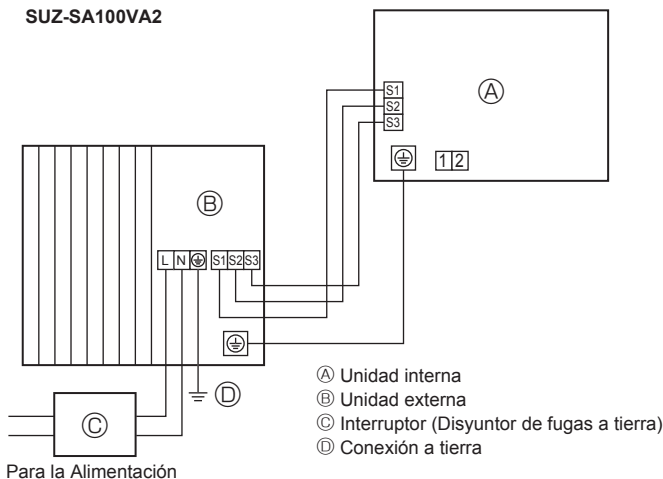
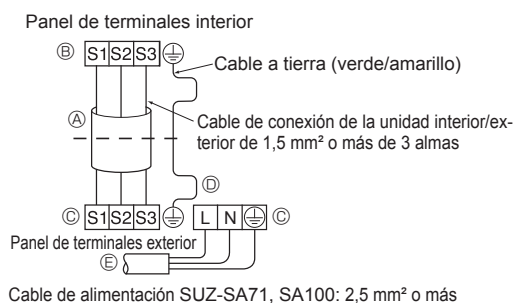
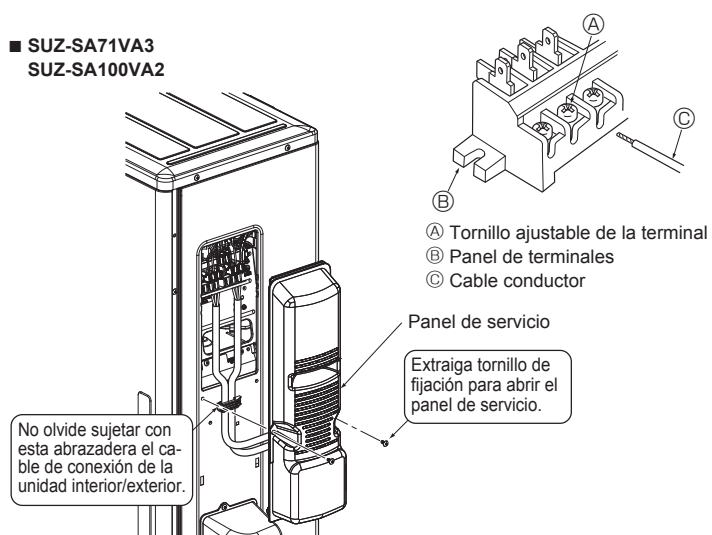

Fig. 5-1
Fig. 5-2
Fig. 5-3
### 5.1. Unidad exterior (Fig. 5-1, Fig. 5-2, Fig. 5-3, Fig. 5-4)
- Conecte los cables de acuerdo con la Fig 5-1, Fig 5-2, Fig 5-3 y la Fig 5-4.
- Realice el tendido eléctrico como muestra el diagrama inferior izquierdo (los cables no vienen incluidos). (Fig. 5-2)
- **Asegúrese de no realizar un mal cableado. (Fig. 5-3)**